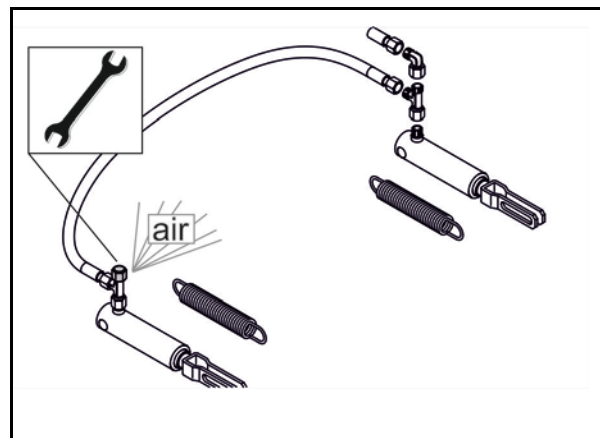

Рис. 159
1. Сожмите замок в обеих лапках (Рис. 159/1).